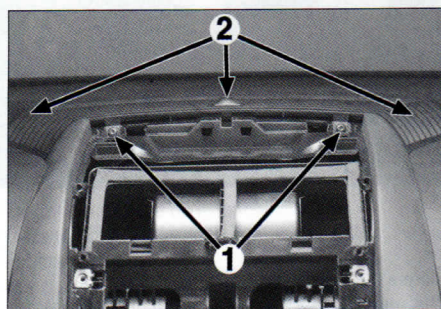

FIG. 17
Desmontar las fijaciones (1) y la rejilla central y del lado del desempañado del parabrisas (2) (fig. 17).